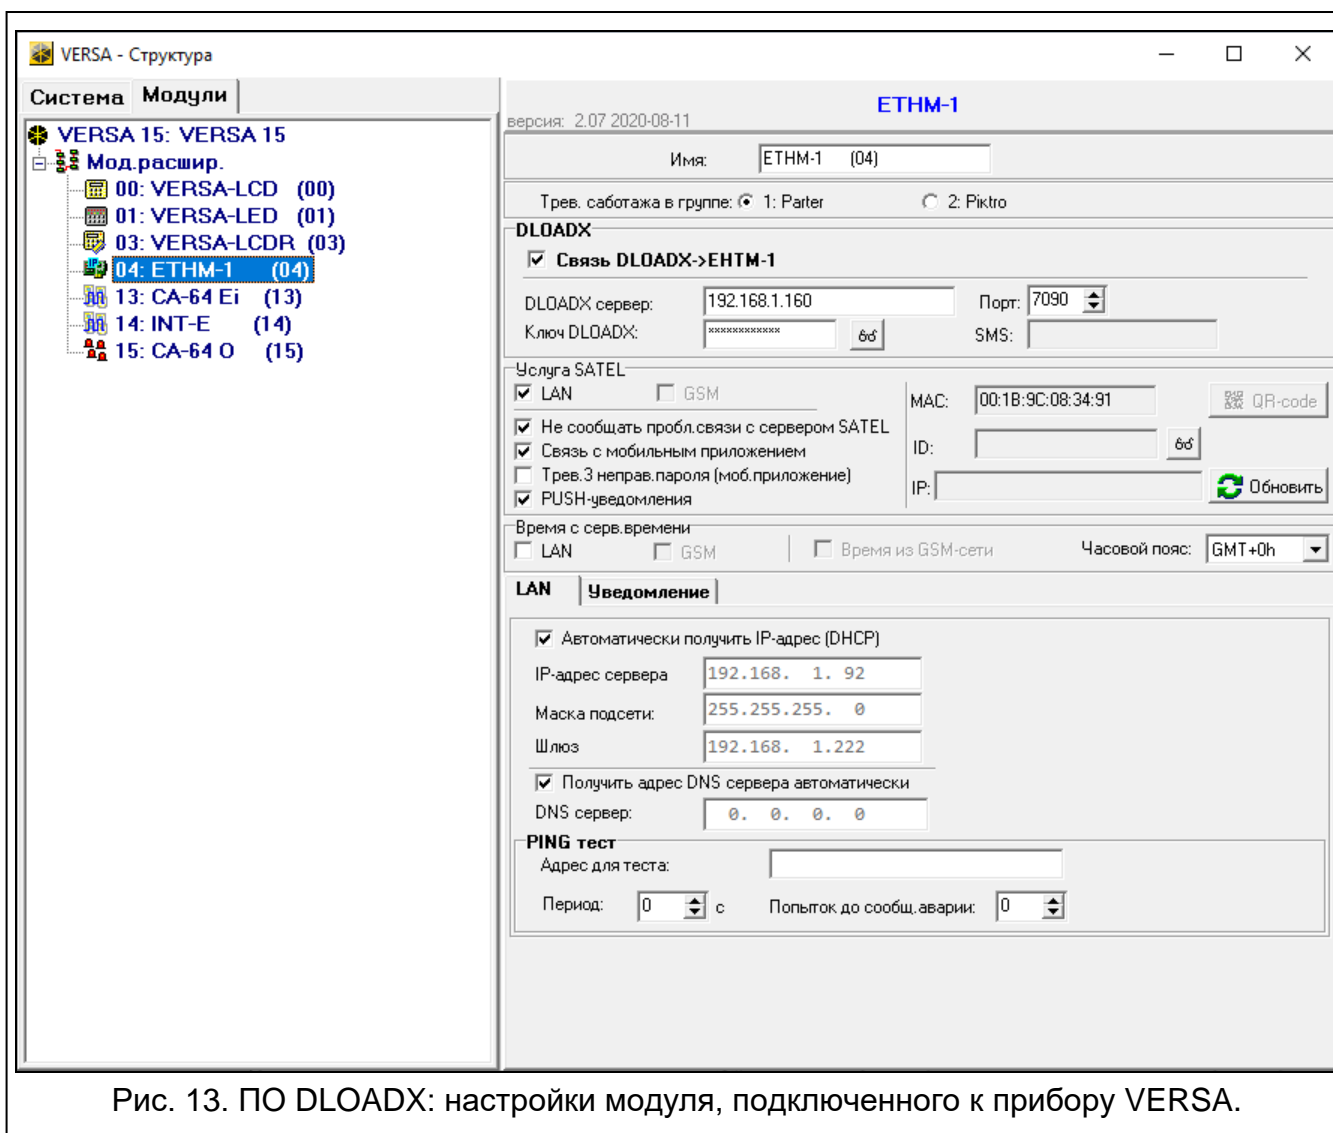

Рис. 13. ПО DLOADX: настройки модуля, подключенного к прибору VERSA.
- программа DLOADX: →окно «Versa – Структура» →закладка «Модули» →ветка «Модули расширения» →[название модуля] (рис. 13).